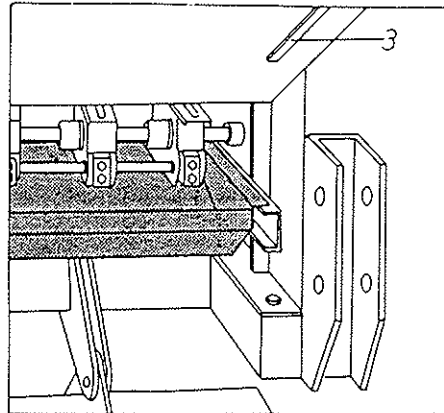

Fig. 2
**DOS.-** Paso ancho, dentado a tresbolillo, para semillas normales y grandes (Fig. 2 y 3).
**SEGUNDO.**- Se retira la bandeja de su asiento de transporte (3 - Fig. 2) y se desliza horizontalmente debajo de los dosificadores.